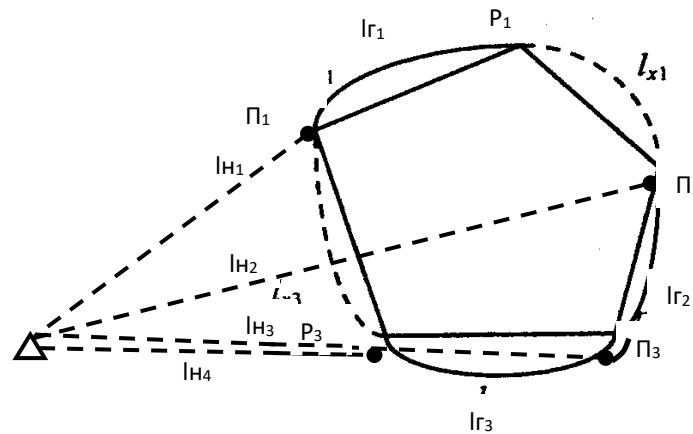

Рис. 6. Схема кольцевого маршрута
1. $S_{ом} = \{П_1; П_2; Р_1; Р_2; M; A_3; T_c\}$. (17)
2. $A_3 = 1$, т.к. $Q_{план}/Q_{день} \leq 1$. (18)
3. $T_c \geq T_{н.ф.}$. (19)
4. $M = 4$ (маятниковые маршруты (рис. 3-5), кроме маршрута с обратным не груженым пробегом, и кольцевые (рис. 6)). (20)
5. Длина маршрута $l_m = l_{г1} + l_{г2}$. (21)
6. Время первой ездки $t_{e1} = (l_{г1} / V_m) + t_{нв}$. (22)
7. Время второй ездки $t_{e2} = (l_{г2} / V_m) + t_{нв}$. (23)
8. Среднее время ездки $\bar{t}_{cp} = (t_{e1} + t_{e2}) / z_e$. (24)
9. Время оборота автомобиля на маршруте $t_o = t_{e1} + t_{e2}$ или (25)